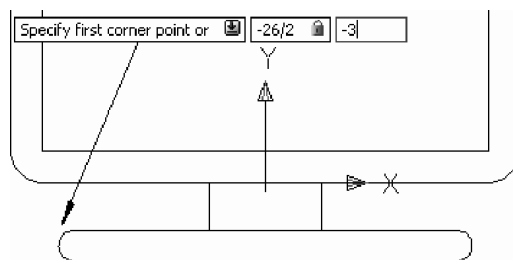

Fig. 2.13 Placa suport
9. Se selectează din nou pictograma comenzii **Rectangle** din meniul grafic **Draw**. Se va desena un dreptunghi de dimensiuni 26x2, cu colțurile rotunjite, care reprezintă placa suport – Fig. 2.13.